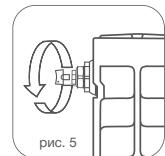

рис. 5
- Для удаления воздуха из радиатора в верхний коллектор обязательна установка крана Маевского* или автоматического воздухоотводника. Для удаления воздуха через кран Маевского необходимо периодически (несколько раз в год) вручную стравливать его с помощью специального ключа* (рис. 5).